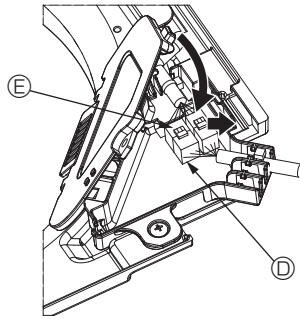

Fig. 5-10
- ③ Kabloları konektör kutusuna yerleştirdikten sonra, konektör kutusu kapağını kapatın. Kabloların sıkışmadığından emin olun. (Fig. 5-10) Konektör kutusu kapağını kapatırken, ok ile gösterilen yönde kapağı kaydırın ve çıkıntının sıkıca yerleştiğinden emin olun.